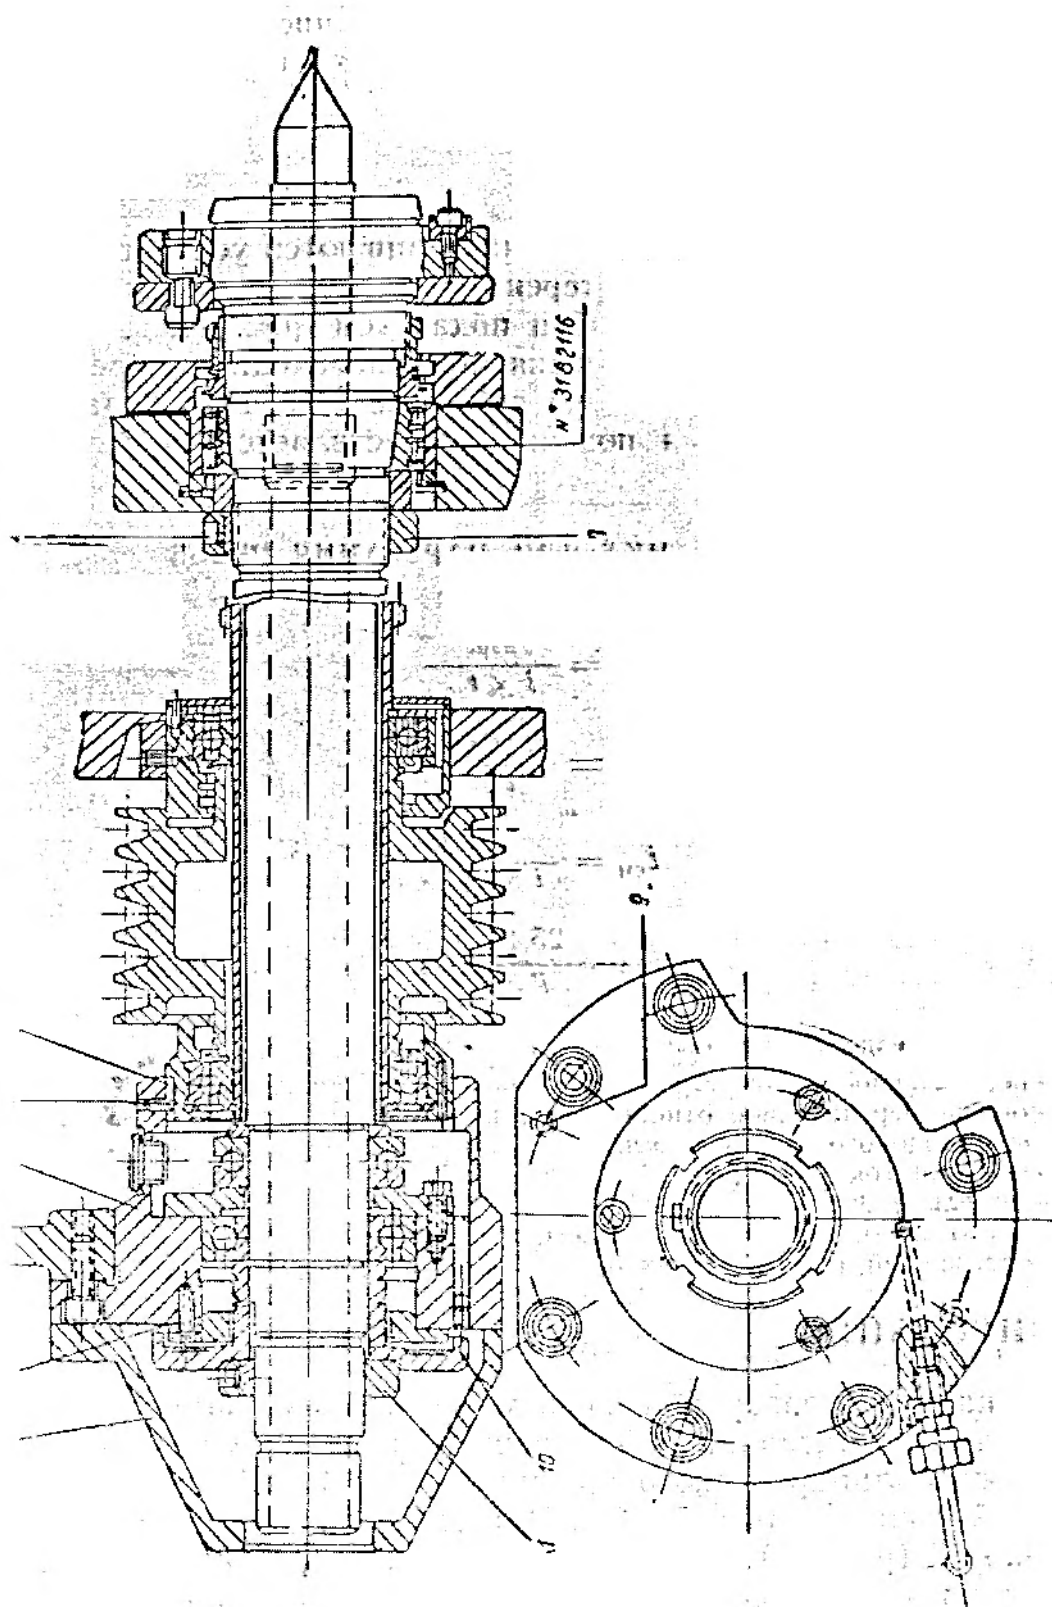

Рис. 15.
1. Радиальный зазор в переднем подшипнике шпинделя регулируется подтягиванием внутреннего кольца роликового двухрядного цилиндрического подшипника № 3182116 на конусной шейке шпинделя гайкой 8. При этом необходимо ослабить стопор 7 (рис. 15).
2. Регулирование осевого зазора шпинделя производится гайкой 1. Для этого необходимо, предварительно сняв защитный колпак 2 (см. рис. 15), пинолью задней бабки нажать на передний центр и довести гайку 1 до касания со втулкой. Затягивать гайку 1 не рекомендуется.
5. Замену ремней на шпинделе производят следующим образом: снимают защитный колпак 2 (см. рис. 15), гайку 1 и фланец 10, вывертывают винты 3 и отсоединяют маслоподводящие трубки. В имеющиеся два диаметрально-противоположные резьбовые отверстия 9 ввертывают винты М12 и при помощи их выпрессовывают буксу 4 из отверстия передней бабки.